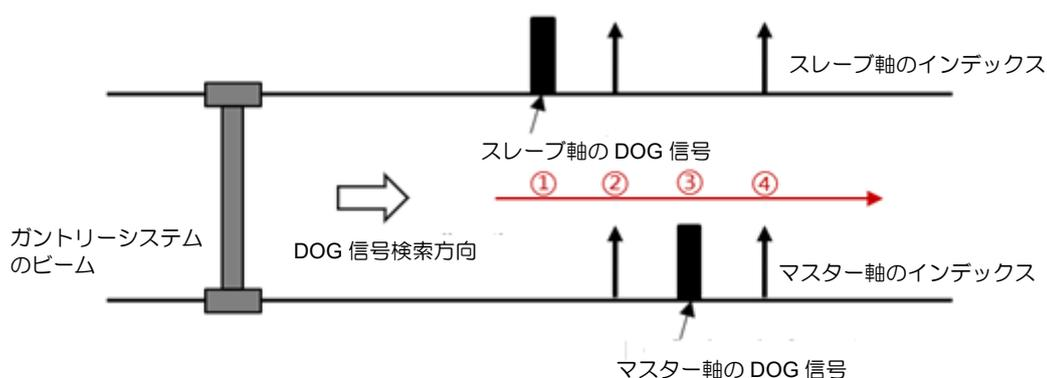

図 6.7.1
- V. 図 6.7.1 に示すように、スレーブ軸の原点復帰手順とマスター軸の原点復帰手順を完了します。